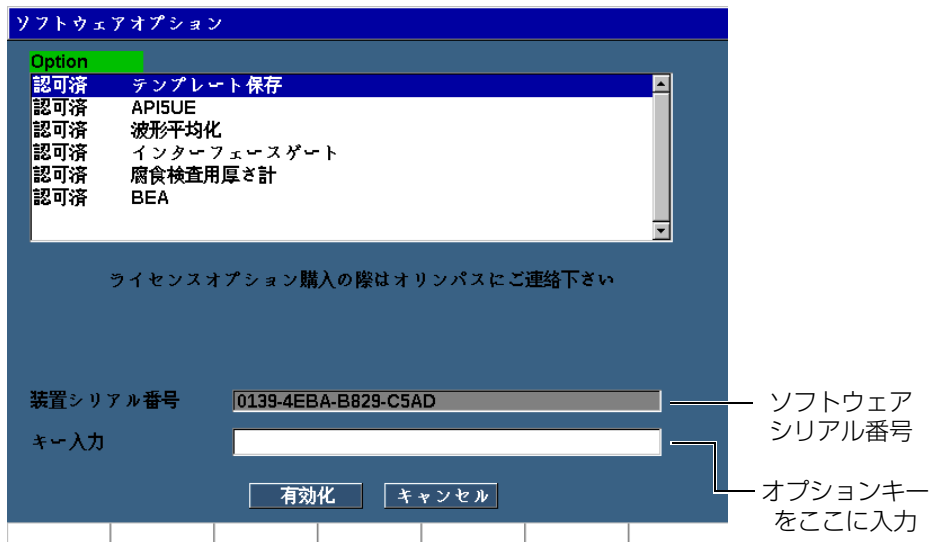

図 11-1 有効化コード入力ダイアログボックス
2. ソフトウェアオプション（P4 キー）を押し、ソフトウェアオプション設定ページを開きます（228 ページの図 11-1 参照）。
7. キー入力フィールドでアクティベーションコードを入力します（228 ページの図 11-1 参照）。